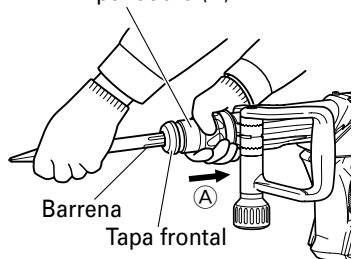

Fig. 2
- (1) Limpie la parte del vástago de la herramienta.
- (2) Tal como se muestra en la Fig. 2, tire de la empuñadura (A) en la dirección de (A), e inserte la herramienta en el orificio de la tapa frontal.
- (2) Suelte la empuñadura (B), gire la herramienta, y cerciórese de que haya quedado completamente bloqueada.
- (3) Extracción de la herramienta
Tal como se muestra en la Fig. 2, tire de la empuñadura (A) y extraiga la herramienta.
- (4) Mueva el asa lateral.